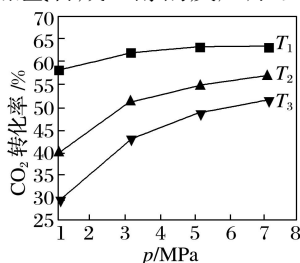
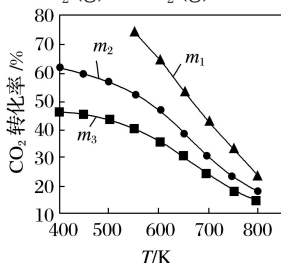

图 1
图 2
(1) 图 1、图 2 分别是 CO_2 的平衡转化率随压强及温度的变化关系, 已知 m 为起始时的投料比, 即 $m = \frac{n_{\text{H}_2}}{n_{\text{CO}_2}}$ 。
① 图 1 中投料比相同, 温度从高到低的顺序为 _____, 判断依据是 _____。② 图 2 中 m_1 、 m_2 、 m_3 从大到小的顺序为 _____, 判断依据是 _____。